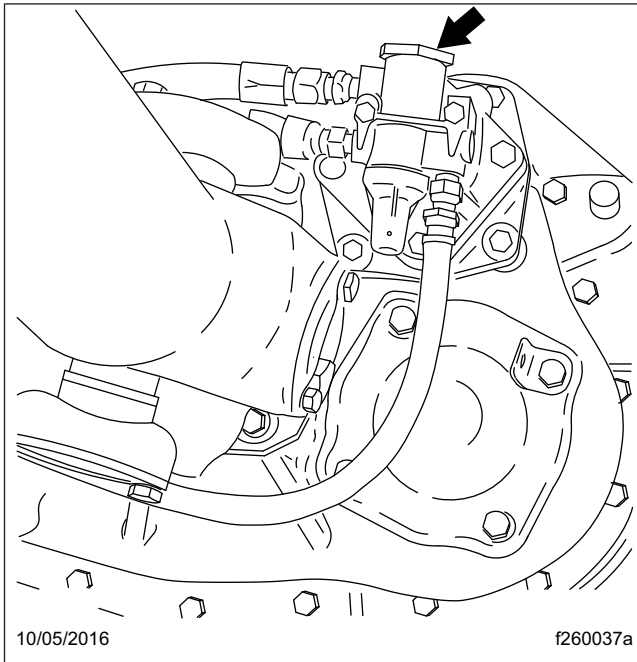

Figura 10, Ubicación del filtro y regulador de aire
2. Limpie el exterior del filtro y regulador de aire con un solvente de limpieza. Vea la **Figura 10**.